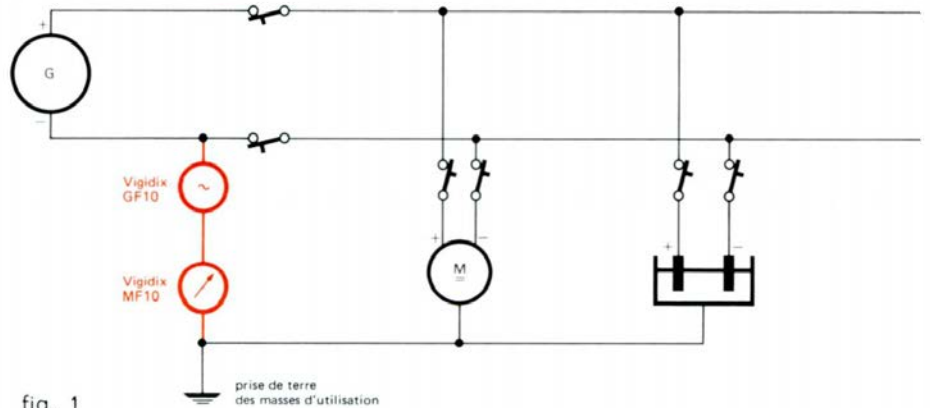

fig. 1
1. pour contrôler l'isolement global et signaler le défaut simple (fig. 1)